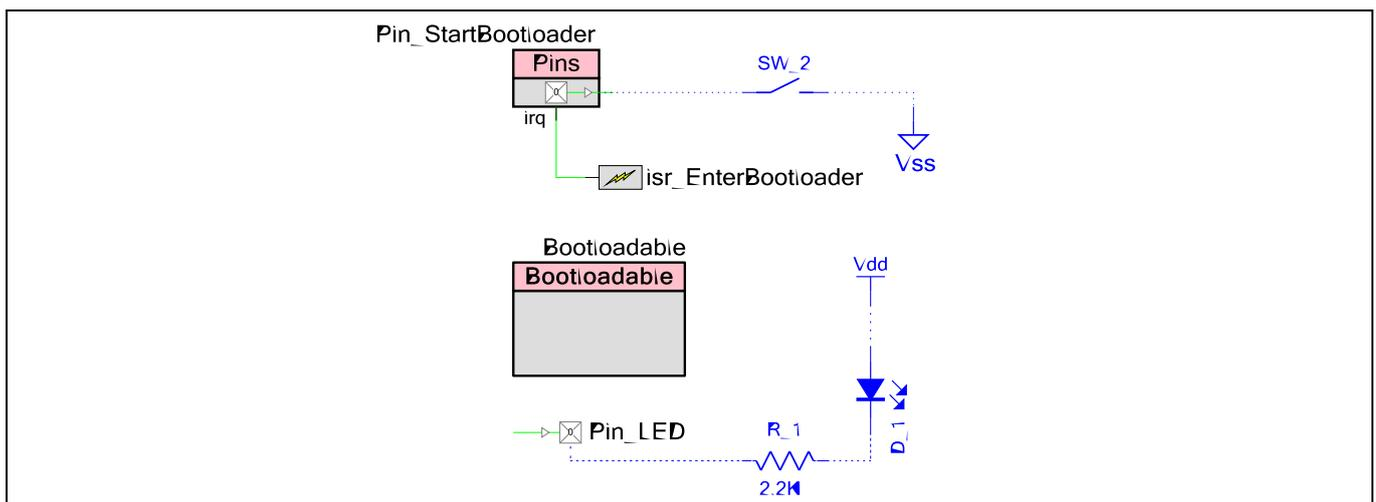

Figure 24 Bootloadable\_Blue プロジェクトのトップデザイン
6. ISR のコンポーネント「isr\_EnterBootloader」を「Pin\_StartBootloader」の割り込み端子 (irq) に接続します。ボタンと LED 用の注釈コンポーネントが追加された後、トップデザインが終了します。同様に Figure 24 のようになります。